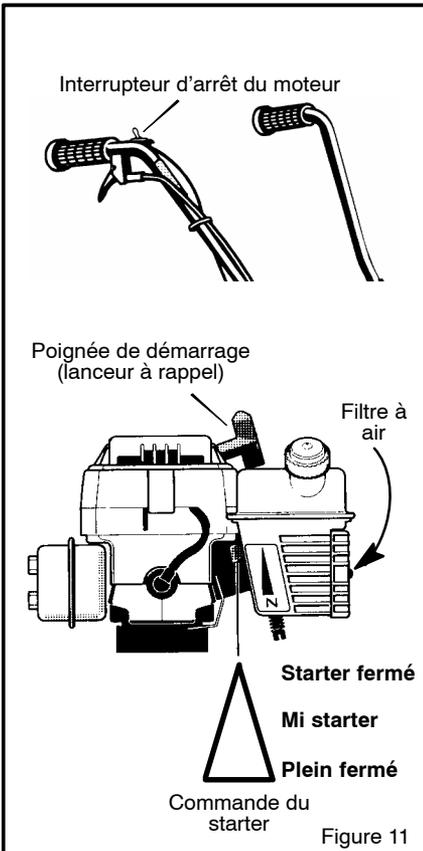

Figure 11
2. Mettre l'interrupteur d'arrêt du moteur en position MARCHÉ. (voir Figure 11).